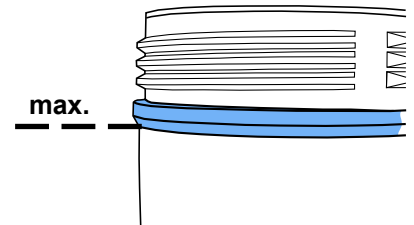

Fig. 7
- Pressionando a válvula de ventilação (5), deixar escapar toda a pressão de ar do depósito.
- Desenroscar a tampa do depósito (4) (se não for possível soltar a tampa é por que ainda existe pressão dentro do depósito de jateamento >>> Pressionar novamente a válvula de ventilação!).
- Adicionar material de jateamento até o nível máx. de enchimento (Fig. 7) (saliência no invólucro do depósito, logo abaixo da rosca).